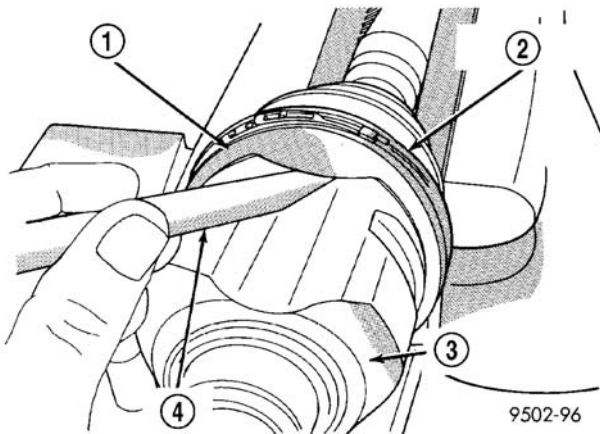

图 22 为等速万向节通风而插入的修正杆
(11) 将修正杆插在等速万向节壳体和密封套插件之间，以给内等速万向节总成通风（图 22）。在三销式万向节壳体和密封套之间插入修正杆时，确保修正杆稳固可靠地抵住三销式万向节壳体。如果不这样做，会损坏密封套。